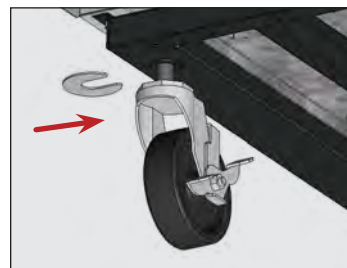

Рис. 9. Вставьте прокладку(-и) колесика. Затяните стержень колесика.
5. На нижнем конце устройства ослабьте болт колесика настолько, чтобы можно было задвинуть имеющиеся прокладки колесика между подшипником колесика и нижней рейкой устройства. См. рис. 9.
6. Установите необходимое количество прокладок. См. рис. 9.